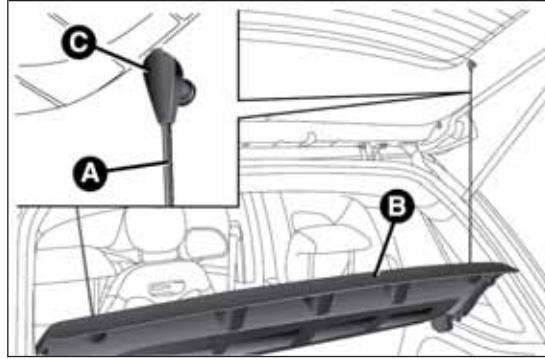

fig. 84
- liberare le estremità dei due tiranti A fig. 84 di sostegno della cappelliera B sfilando gli occhielli C dai perni di sostegno;